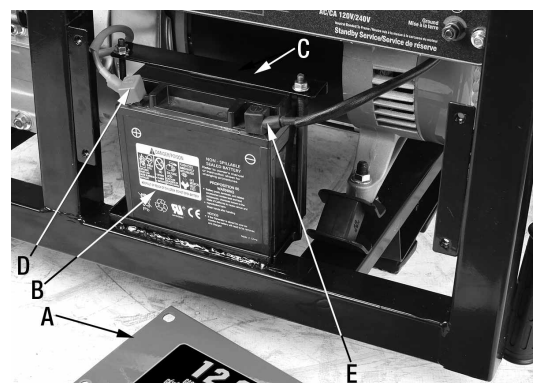

Figure 4
Pour installer la batterie (B) Fig.4, il est nécessaire de retirer le panneau de la batterie (A), dévissez les 4 boulons à tête bridée qui retiennent le panneau au châssis. Placez la batterie (B) dans le plateau à batterie et fixez-la en utilisant la plaque de retenue (C), tiges de fixation et écrous hexagonaux tel que montré. Une fois que la batterie est fixe, branchez le fil rouge positif (+) (D) à la borne positive de la batterie, ensuite branchez le fil noir négatif (-) (E) à la borne négative de la batterie.
**Note:** La batterie peut paraître différente de la batterie illustrée à la Fig.4, mais les instructions d'installation restent pareil, branchez toujours le fil rouge positif (+) à la borne positive de la batterie, ensuite branchez le fil noir négatif (-) à la borne négative de la batterie.